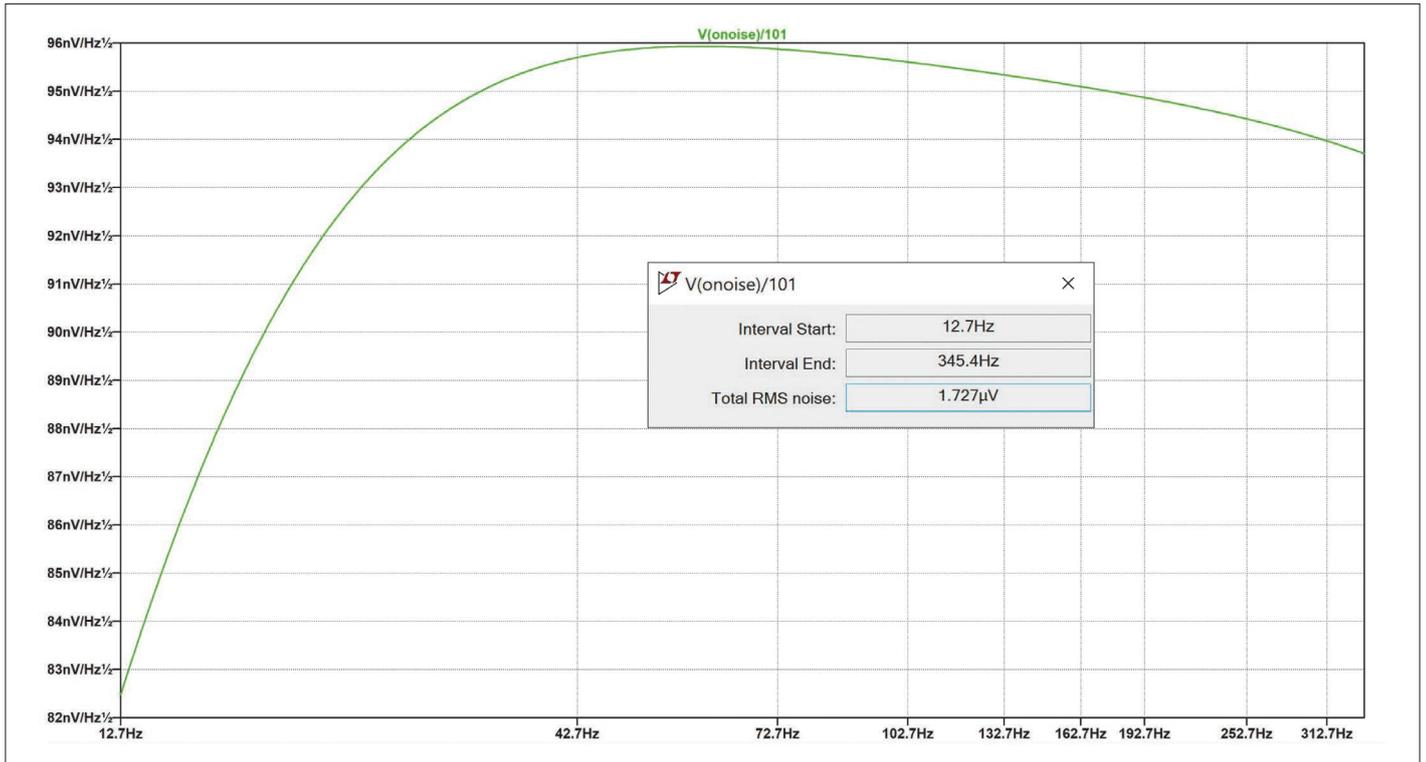

Bild 7: Gesamtrauschen integriert über die zugehörige Rauschbandbreite
Die nächste Simulation in Bild 7 zeigt die auf den Eingang bezogene Rauschspannungsdichte über der Frequenz (RTI) für die Schaltung in Bild 3. Dies erfolgt durch das Teilen des Ausgangsrauschens durch die Gesamtverstärkung der Lösung (101). Für die Funktion des Bandfilters muss das Integrationsfrequenzintervall gewählt wer-